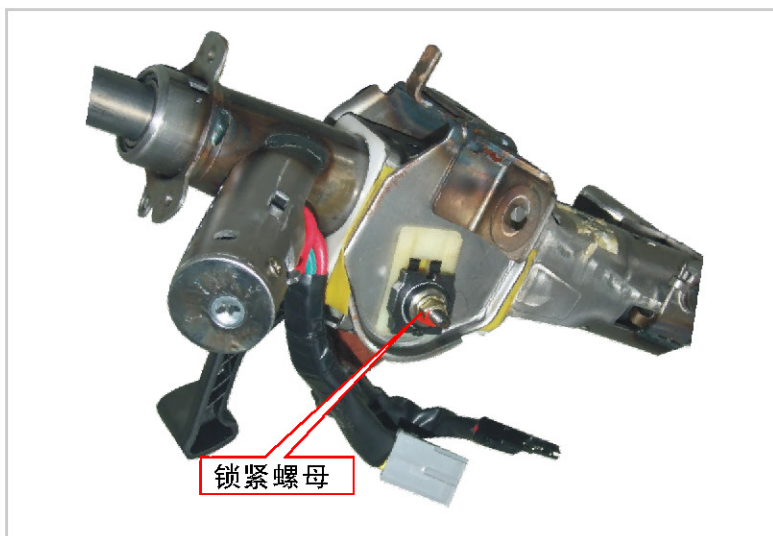

图6-21 调节预紧力
(2) 松开倾斜度调节手柄，将转向管柱放于中间位置。
(3) 拆松锁紧螺栓和倾斜度调节杆。
(4) 按照规定力矩如图6-21所示，通过向左转动（松）或向右转动（紧）倾斜锁紧螺母来调节预紧力。
(5) 再次检查预紧力。如果测试结果仍然超出技术要求，重复以上程序来调整。